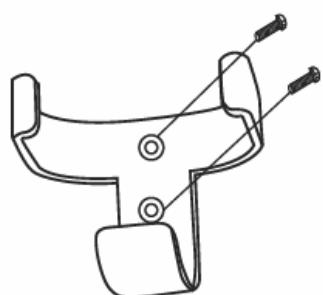

Fig. 9a
1. Fissare il supporto per telecomando a una parete adatta con le 2 viti (Fig. 9a).